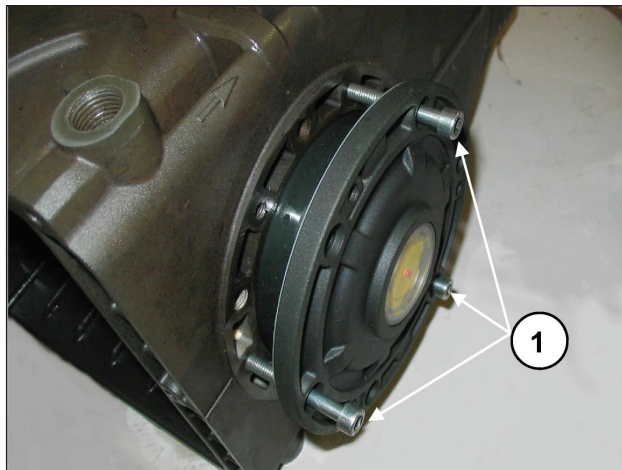

图8
为了便于第一部分的注油和盖子在泵壳的插入，建议使用3个部分螺纹的M6×40螺丝（图8，位置①），然后使用附带的螺丝（M6X16）完成操作。
对于两个侧盖与曲轴箱的接近，可以使用3个M6x40螺丝，用于第一定向阶段，如上所述（图8），并且螺丝用于最终固定。